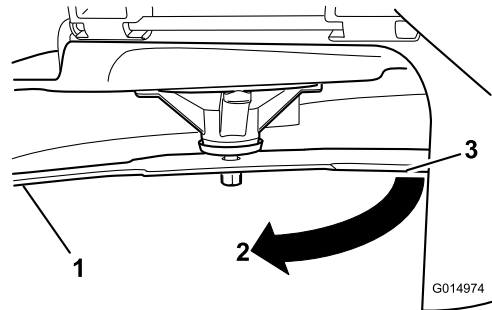

Figure 112
4. Tournez la même lame de 180 degrés pour amener le tranchant opposé à la même position (Figure 112).